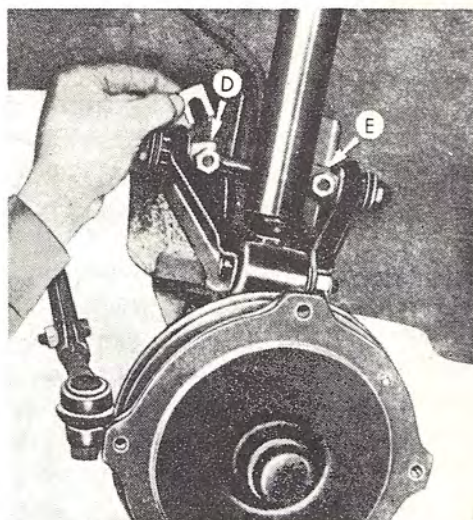
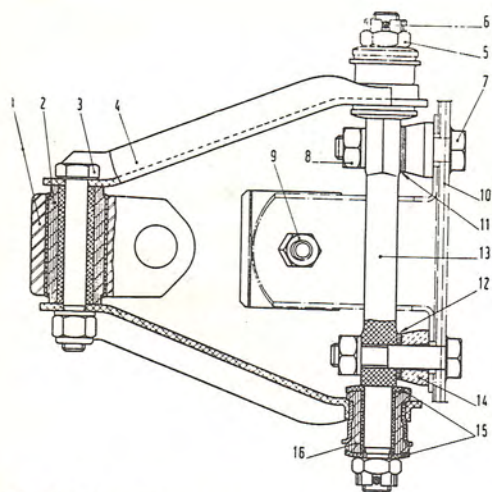

Fig. 46. Indstilling af camber og caster.
Fig. 47. Venstre tværm.
Castervinklen (vinkel β i fig. 45) forøges ved flytning af indstillingsskiver (shims), som findes i 0,5 mm tykkelse, fra den bageste skrue (E) til den forreste skrue (D) – se fig. 46 og fig. 47 hvor (11) og (12) viser skiverne. Ønskes castervinklen gjort mindre, flyttes skiver fra forreste til bageste skrue.
Cambervinklen forøges ved indsættelse af et lige stort antal ekstra skiver ved (D) og (E) i fig. 46. Omvendt formindskes camber-vinklen ved, at man udtager et lige stort antal skiver.